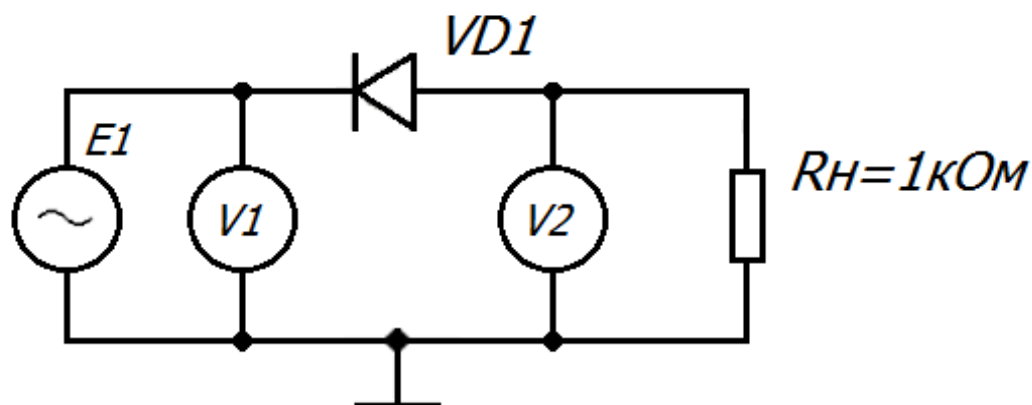

Рисунок 12 – Принципиальная схема исследования однополупериодного выпрямителя при обратном включении диода
4.4.3. Повторить пункт 4.4.1 – 4.4.2, изменив полярность включения диода (рисунок 12) Монтажную схему необходимо перебрать.